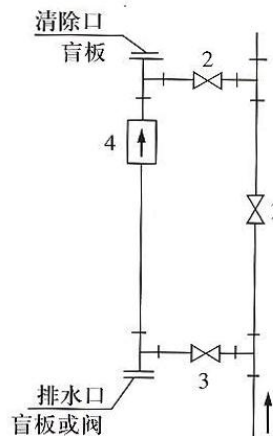

图6 便于清洗管道的连接方式
(3) 对于液固两相流体，最好采用垂直安装，使被传感器衬里磨损均匀，延长使用寿命。
(4) 不管是水平安装或是垂直安装，在连续生产的工艺管道上，为了不影响生产，便于仪表维修拆装，传感器尽可能采用与原先主工艺管道并联安装（旁路管）的方式，特别对有严重污染要经常清洗的液体。图6所示是传感器不卸下，在线清洗的安装实例。